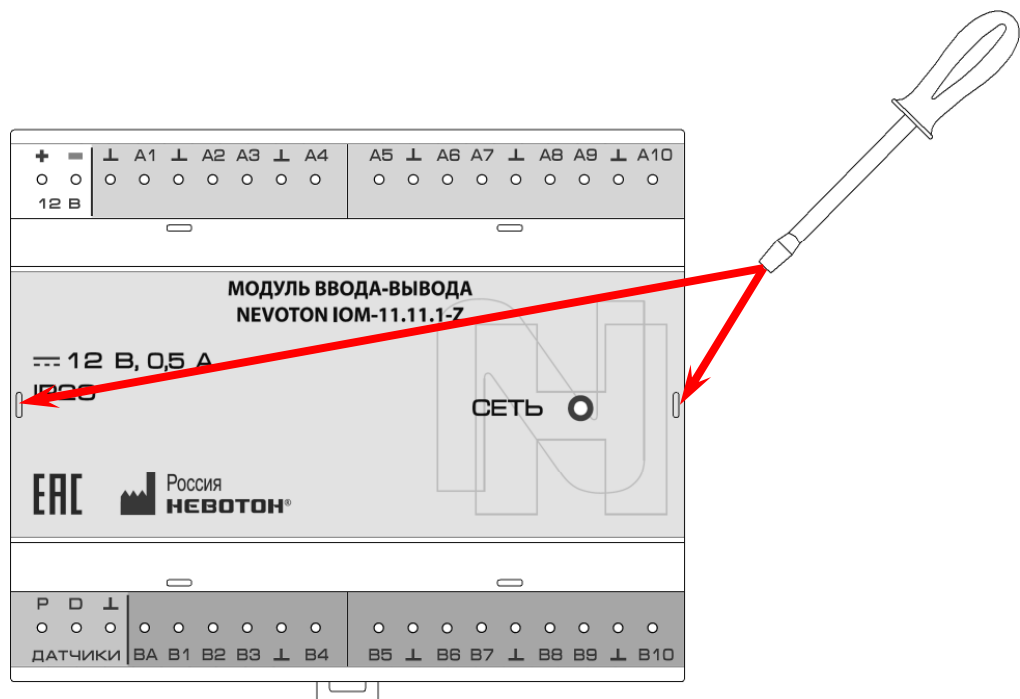

Рис. 7. Места установки шлица отвертки в гнезда фиксатора
- установить шлиц отвертки в гнездо фиксатора (слева или справа, рис. 7) на лицевой панели Устройства;
- поддеть съемную крышку лицевой панели (4) вверх.